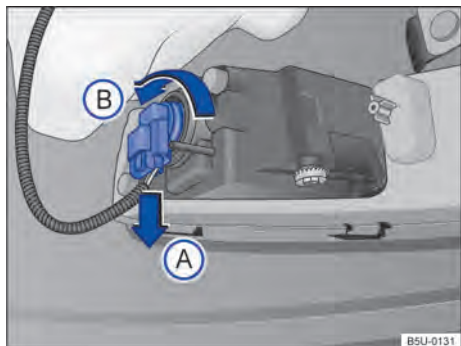

Fig. 184 Atrás do para-choque dianteiro: acesso à lâmpada incandescente do farol de neblina.
- 2 Desencaixar o conector de alimentação da lâmpada → Fig. 184 no sentido da seta A, pressionar, ao mesmo tempo, a trava de fixação do conector.
- 3 Girar o soquete da lâmpada → Fig. 184, no sentido anti-horário da seta B, e desencaixá-lo do alojamento.